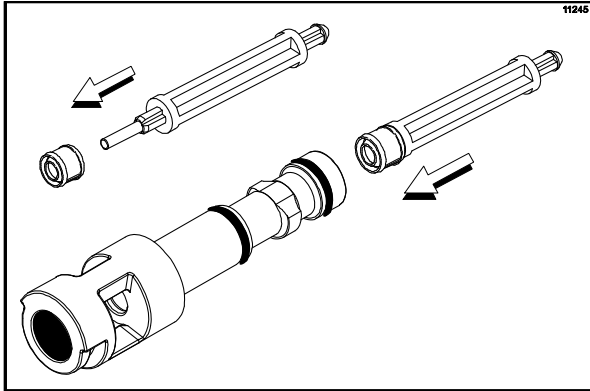

Рисунок 117
7. Вставьте сальник вала спиннера до конца в нижнюю часть раздаточного клапана. Уплотнение вала спиннера должно вписаться в проточенную канавку для уплотнения, расположенную внутри впадины раздаточного клапана. (См. рис. 117)